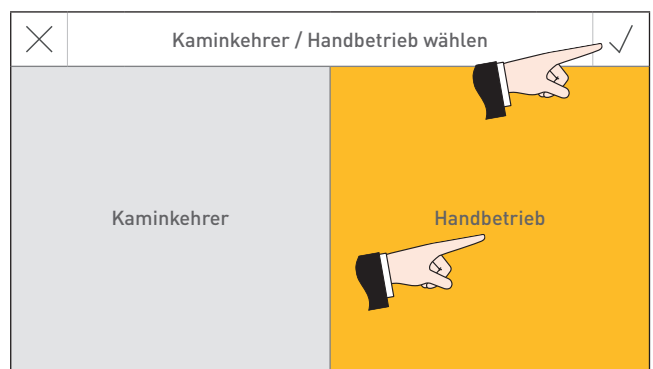

Fig. 38 Handbetrieb auswählen und bestätigen
- Handbetrieb auswählen und bestätigen ✓ – Fig. 38.